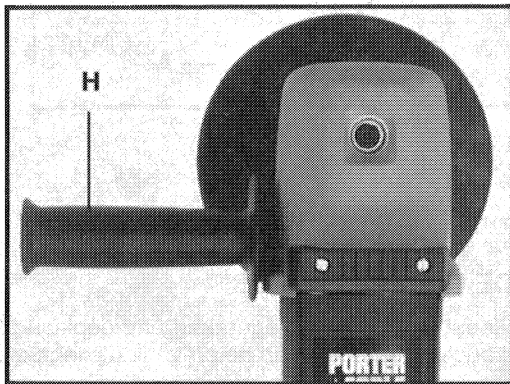

Fig. 3
Une poignée auxiliaire (H) Fig. 3 est fournie avec votre outil et peut être installée soit sur un des deux côtés de l'outil soit sur le haut du boîtier avant. Cette poignée **DOIT TOUJOURS ÊTRE UTILISÉE** afin de vous permettre de contrôler parfaitement l'outil.